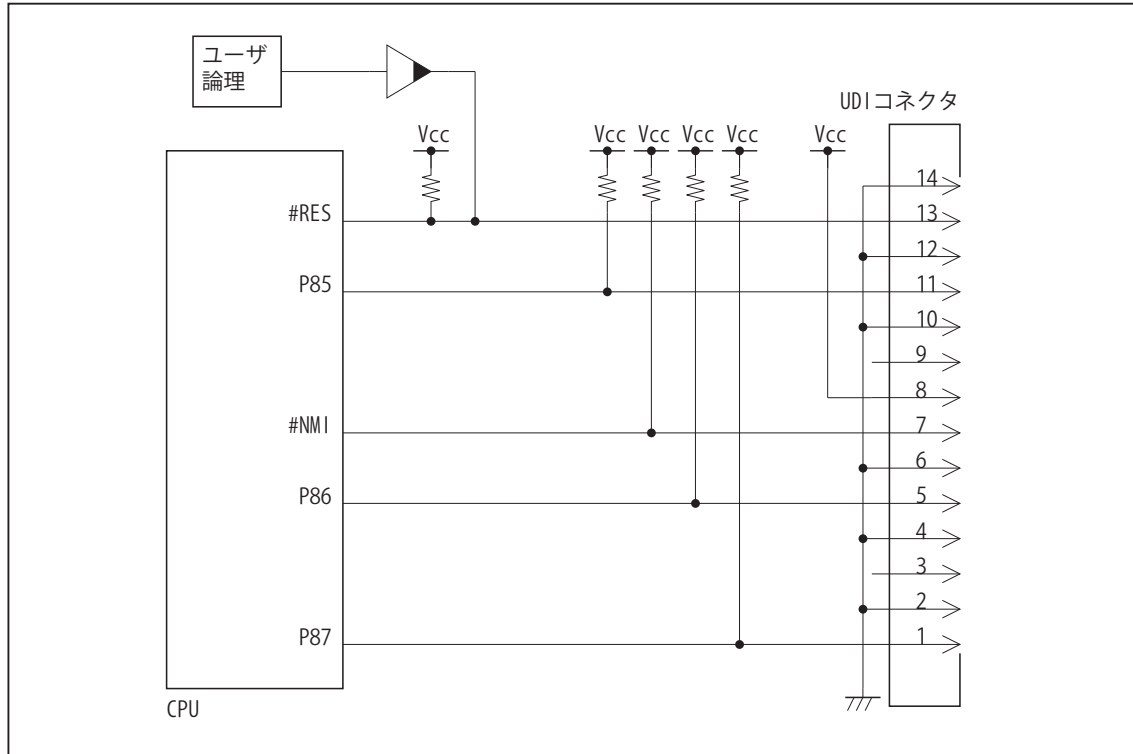
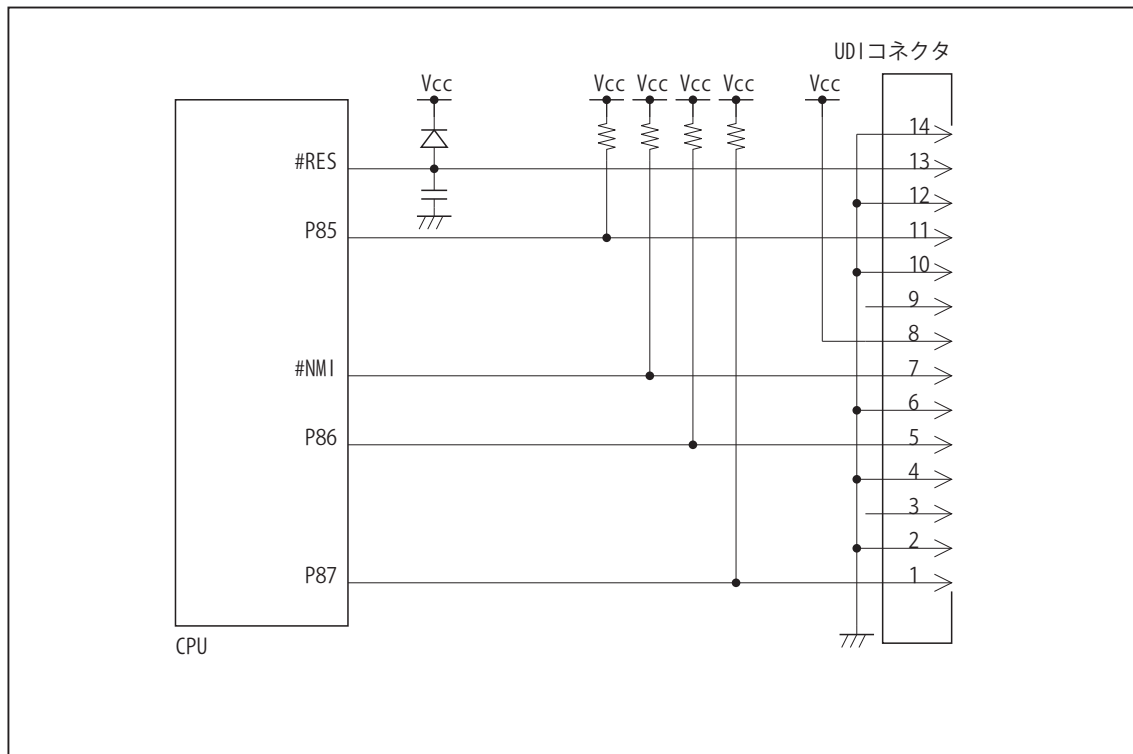

図2. UDI 信号接続図 (POR, LVD オプション無し CPU)
図3. UDI 信号接続図 (POR, LVD オプション付き CPU)
- ・図2, 図3. UDI 信号接続図を追加
- 第10版：2010,02/08 ・使用上の注意・制限事項 (1) を修正。